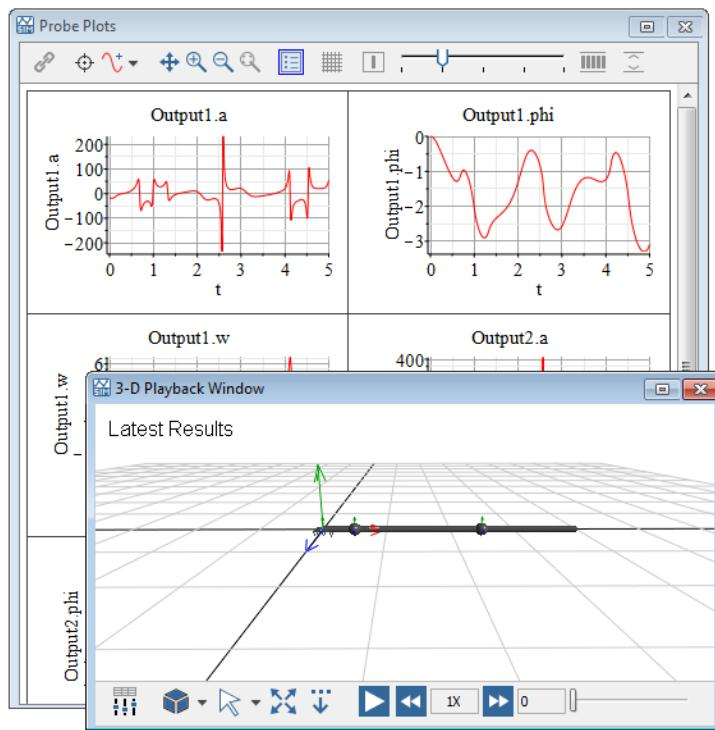

図4.5 シミュレーショングラフ
3. シミュレーション結果を表示 (🕒) をクリックします。[シミュレーション結果] タブが選択された状態で [解析ウィンドウ] が開きます。[3-D アニメーション ウィンドウ] と [プローブプロット] が [シミュレーション結果] タブに表示されます。図4.5 「シミュレーショングラフ」を参照してください。